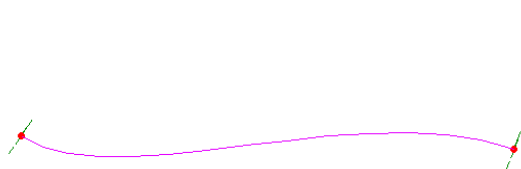

图 3-59 绘制路径
(3) 单击“放样”面板中“绘制路径”按钮，打开“修改 | 放样融合 > 绘制路径”选项卡，单击“绘制”面板中的“样条曲线”按钮，绘制如图 3-59 所示的放样路径。单击“模式”面板中的“完成编辑模式”按钮，完成路径绘制。如果选择现有的路径，则单击“拾取路径”按钮，拾取现有绘制线作为路径。